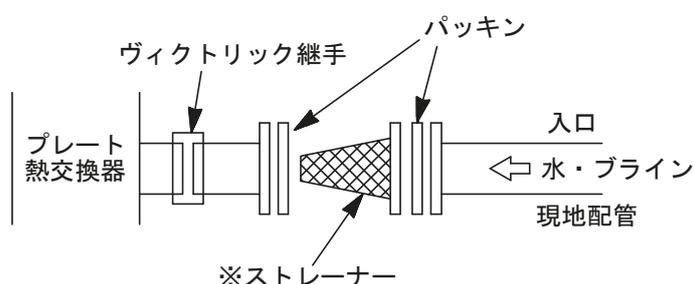
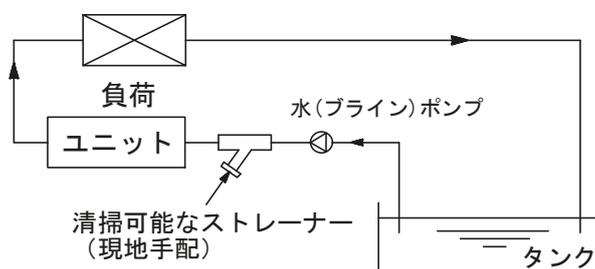

図 3-3
図 3-4
- ① ブライン冷却器のブライン出入口には JIS-10K FF フランジを使用しています。ブラインは上方より入り下方より出るように配管します。
- ② ブラインの出入口に温度計を設けておくことで運転状態を確認することができます。また、配管には適宜仕切弁を付けてブライン冷却器だけ切離してブライン又は水抜きができるようにしておいて下さい。
- ③ 振動をきらう場所へ設置する場合は、ブライン配管の一部にフレキシブルジョイントを使用することをおすすめします。
- ④ プレート熱交換器内に異物が入ると、伝熱面を傷付ける恐れ、及び目詰りの原因になりますので、ブライン冷却器の入口側に必ずユニット取付（付属）のストレーナと清掃可能なストレーナ（20 メッシュ程度）を設けて下さい。（図 3-3、図 3-4）